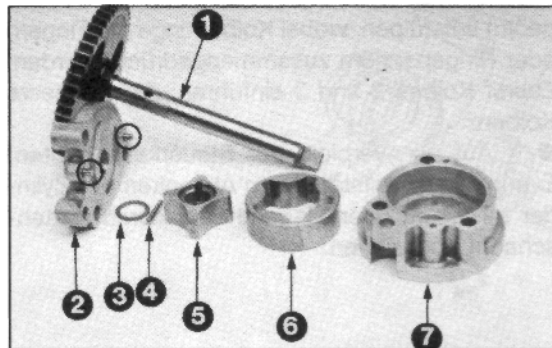

Bild 162
- Pumpenrotoren abnehmen. Dabei auf Verbleib von Mitnehmerstift und Scheibe achten. Siehe Bild 162.